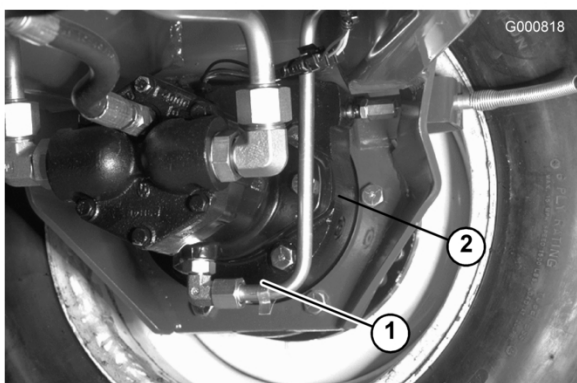

Figura 55
3. Retire ambos tapones de la parte inferior del alojamiento del freno y deje que se drene el aceite (Figura 55).